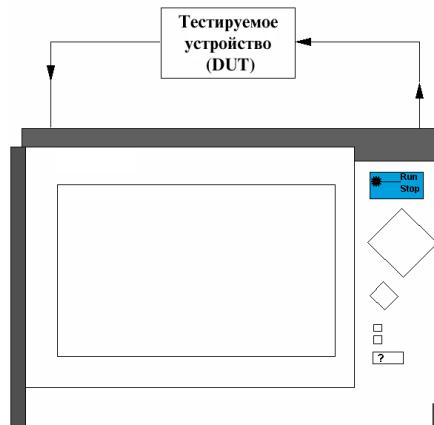

Рис. 68 Положение кабеля при измерении вносимых затуханий
- Подсоединение оптоволокна **5** Подсоедините выходные соединители к модулю и субмодулю измерителя мощности. Подключите к модулю и субмодулю оптоволоконный кабель (Рис. 68, первая иллюстрация).
- 10 Подключите измеряемое устройство между источником излучения и измерителем мощности (Рис. 68, вторая иллюстрация).